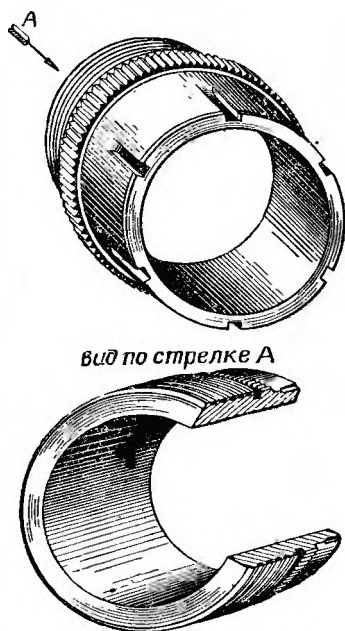

Рис. 9. Муфта (01-10)
**Муфта** (рис. 9) предназначена для соединения трубы с казенником.